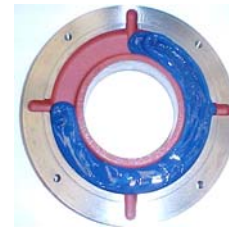

图 7.2：外轴承盖
- 使用建议的润滑脂（图 7.2）涂抹内外轴承端盖凹槽的 3/4，并且轴承装配前使用足量润滑脂润滑滚动轴承；